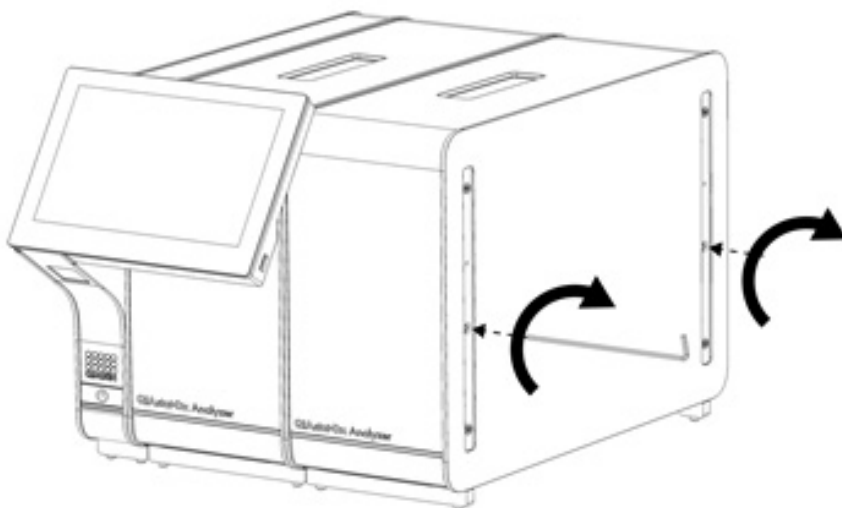

図 16.追加の解析モジュールを並べて取り付ける。
4. 追加の解析モジュールを既存の解析モジュールと並べます。QIAstat-Dx Analyzer 1.0 と同梱の解析-操作モジュールアセンブリーツールを使用してネジを締めます (図 16)。